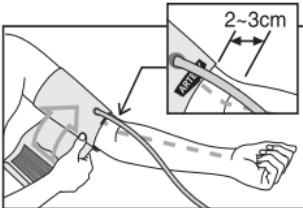

Рис. 8
- Оберните манжету вокруг руки так, чтобы нижняя кромка манжеты находилась на расстоянии 2-3 см от локтевого сгиба. Метка с надписью «ARTERY» должна находиться над артерией руки (рис. 8).